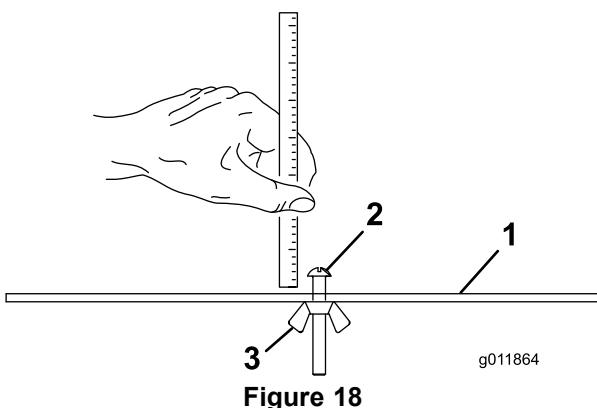

Figure 18
- Desserrez l'écrou du gabarit (Figure 18) et tournez la vis de réglage de manière à obtenir la hauteur de coupe voulue. L'écartement entre la base de la tête de la vis et la face du gabarit correspond à la hauteur de coupe.